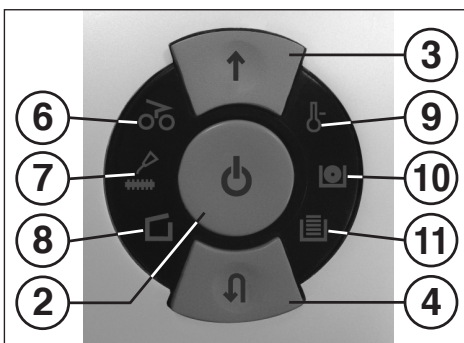

Fig. 1
- 4 = Pulsador de retroceso (Fig. 1)
- 6 = Indicador de control (Fig. 1)
- 7 = **Indicador de control (Fig. 1)**